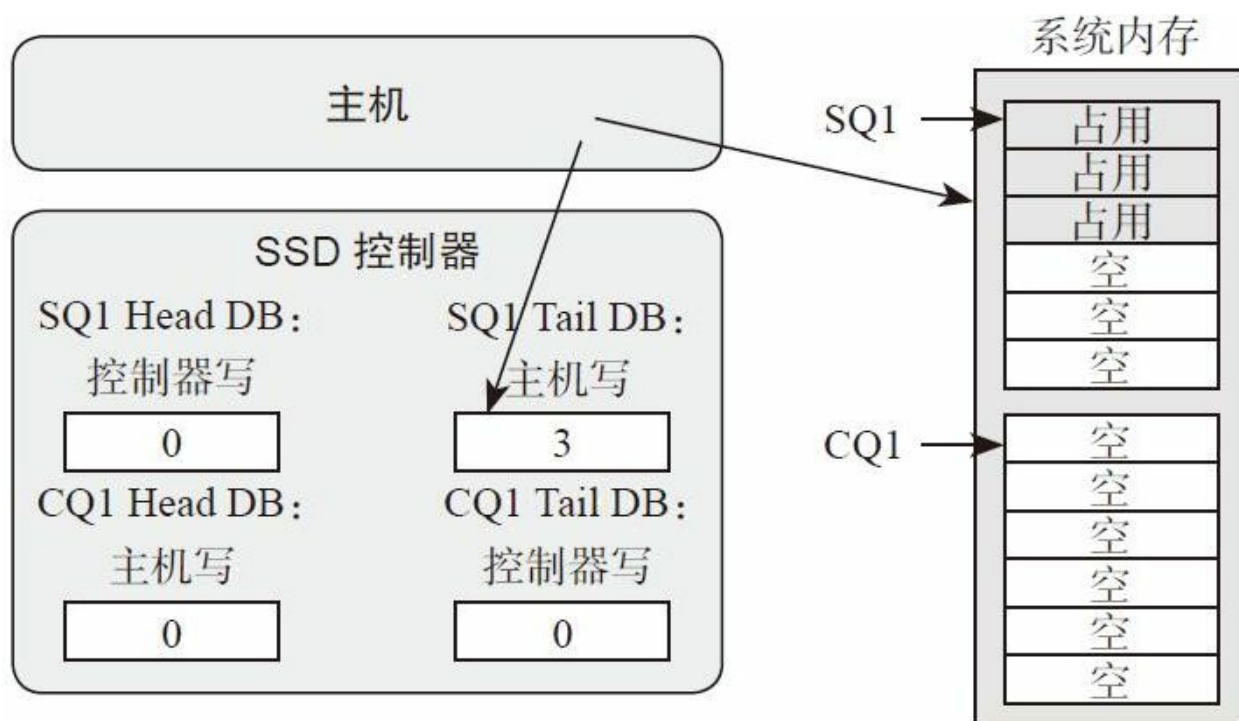

图6-15 主机往SQ中写入三个命令
2) 这个时候，主机往SQ1中写入了三个命令，SQ1的Tail则变成3。主机往SQ1写入三个命令后，然后漂洋过海去更新SSD控制器端的SQ1Tail DB寄存器，值为3。主机更新这个寄存器的同时，也是在告诉SSD控制器：有新命令了，帮忙去我那里取一下，如图6-15所示。